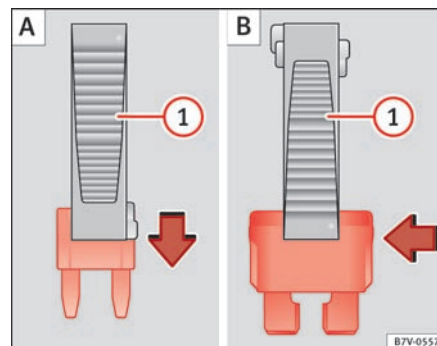

Fig. 199 Sådan tages en sikring ud, eller sådan sættes den i.
- Sæt clipsen på oppefra, når det drejer sig om *små sikringer* ⇒ Fig. 199 **A**.
- Hvis sikringen er brændt over, skal du udskifte den med en ny sikring med *samme* styrke (samme farve og påskrift) og *samme* størrelse ⇒ ①.